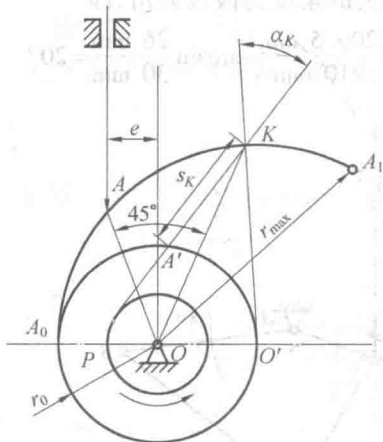

图 17
(2) (4 分) 当凸轮转过 45° 时, 画图(图 17)标出推杆的位移 s_K 及 α_K 。